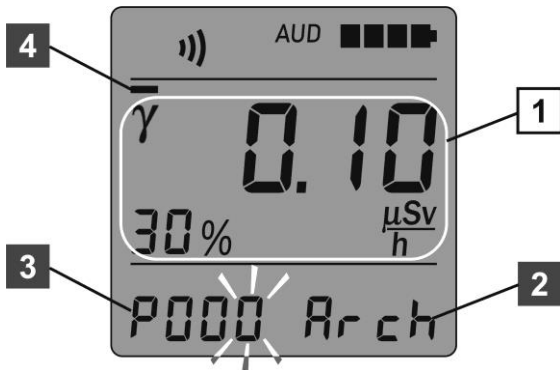

Рисунок 10 – РКІ дозиметра
Ознакою підрежиму збереження результату вимірювання є символи «Arch» (1) на РКІ дозиметра (рисунок 10). У цьому підрежимі на РКІ відображаються результат вимірювання (1) та номер об'єкта вимірювання (3), що будуть збережені в енергонезалежній пам'яті. Стан енергонезалежної пам'яті дозиметра відображається на індикаторі миттєвого значення (4). При відсутності даних в енергонезалежній пам'яті на індикаторі підсвічується тільки перший сегмент. Коли пам'ять повністю заповнена, підсвічуються всі сегменти.